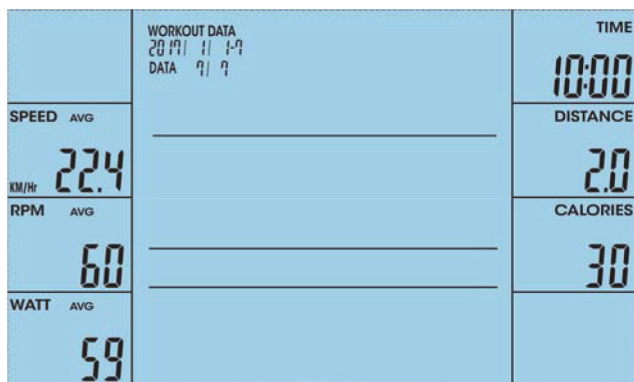

Fig. 57
1. Si desea comprobar los datos, pulse la tecla RECORDED DATA en el menú principal. A continuación, pulse UP/DOWN para consultar los datos guardados anteriormente (fig. 57).